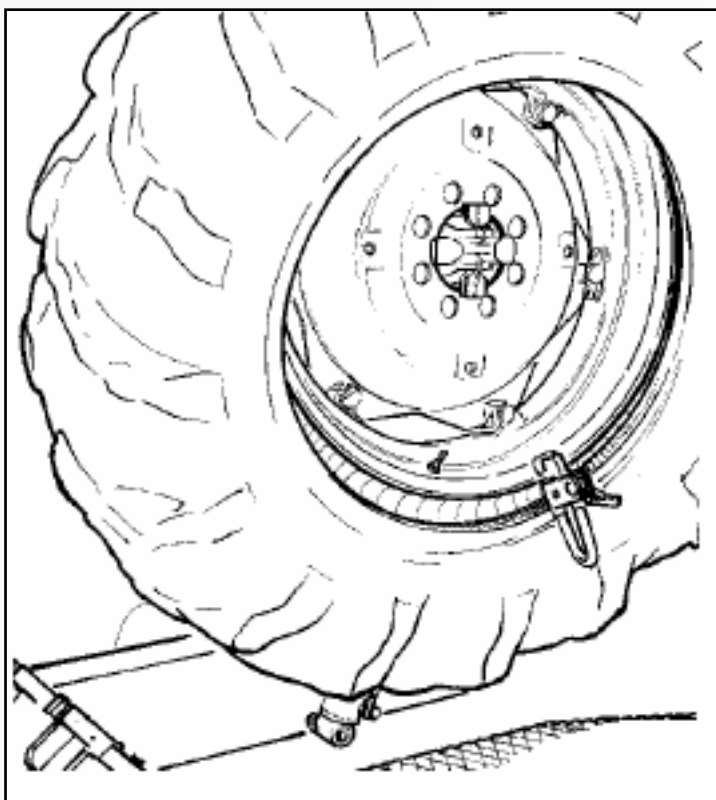

Рисунок 27
19) Опять поднимите колесо и прикрепите хомут к внешней стороне второго бортика на расстоянии 20 см от клапана (см. рис.27).